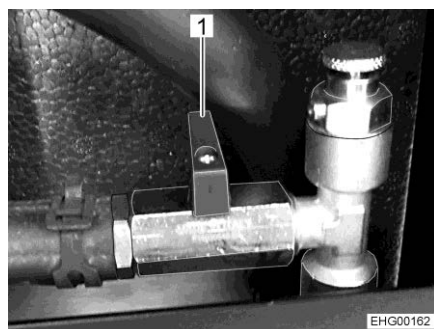

Fig. 169 Rubinetto a sfera (chiuso)
- Posizionare la leva (Fig. 169,1) verticalmente rispetto alla tubazione.